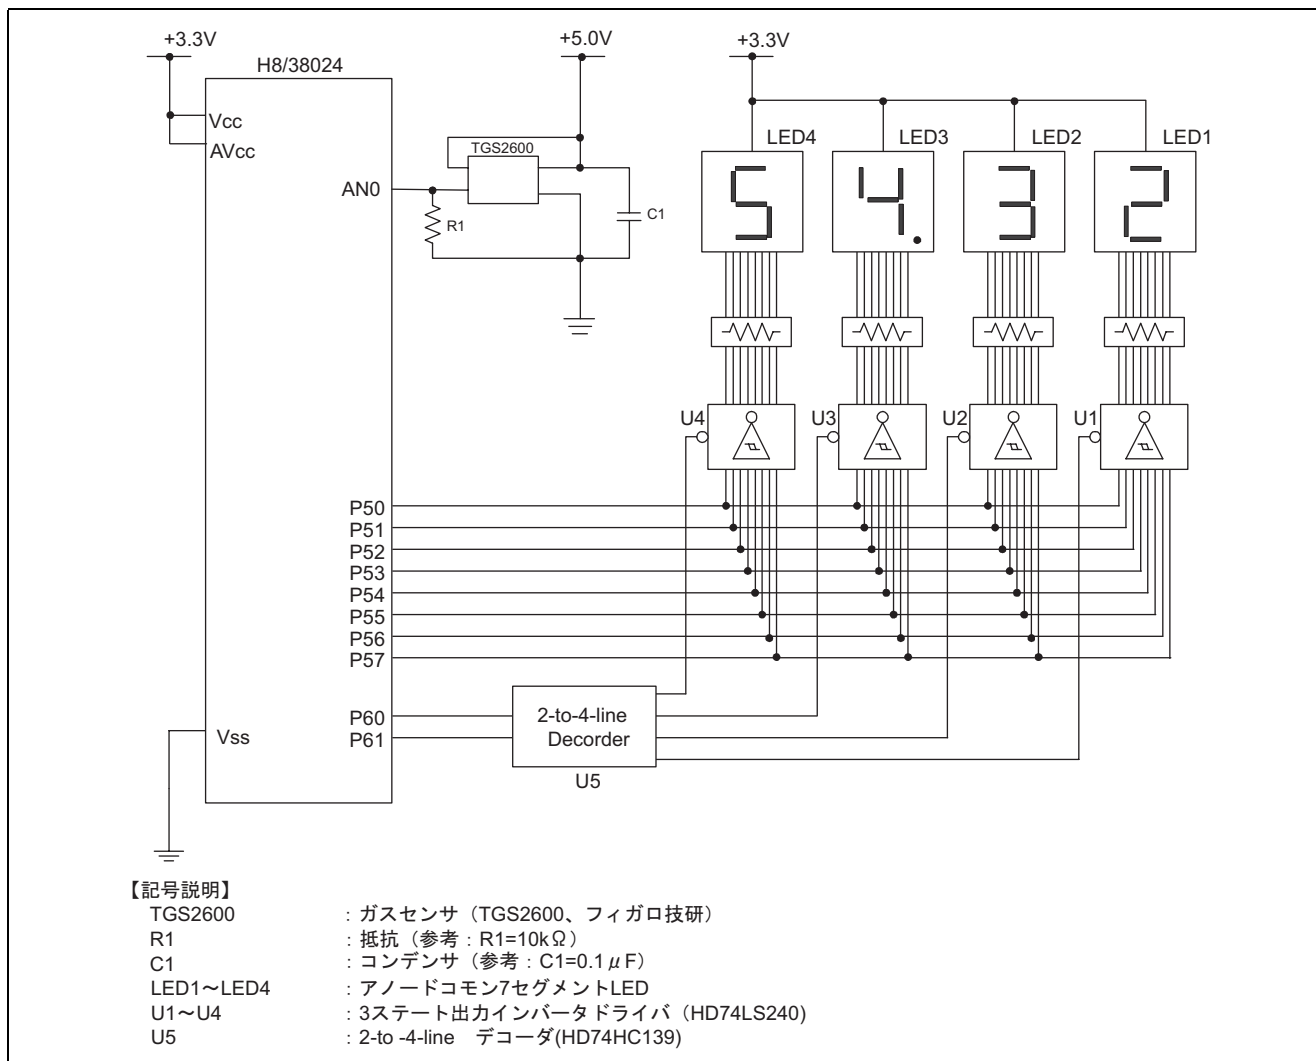

図 1 ハードウェア構成
- 図 1 に金属酸化物半導体式のガスセンサ接続例のハードウェア構成を示します。図 1 に示すように、センサをアナログ入力端子 0 (AN0 端子) に接続します。
- B. 図 1 の表示例「54.32」では、センサ抵抗が 54.32k であることを示します。